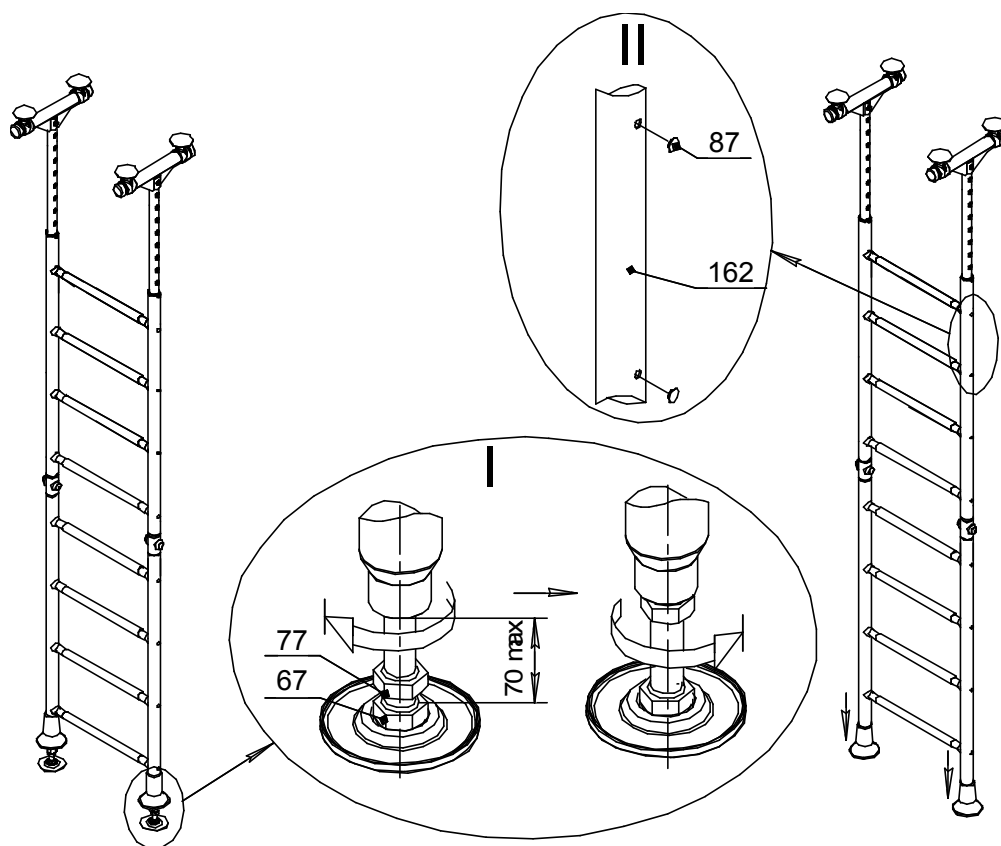

Рис.5
- II- Сдвинуть колпаки поз.14 вниз до упора; установить заглушки поз. 87(рис.5).